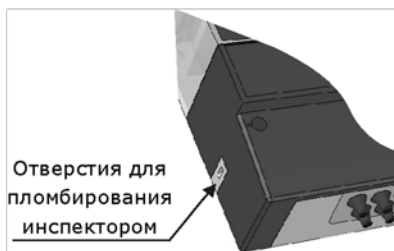

Рис.1.3 – Место пломбирования инспектором
**Защита настроечных параметров** обеспечивается пломбой инспектора теплоснабжающей организации (рис. 1.3).